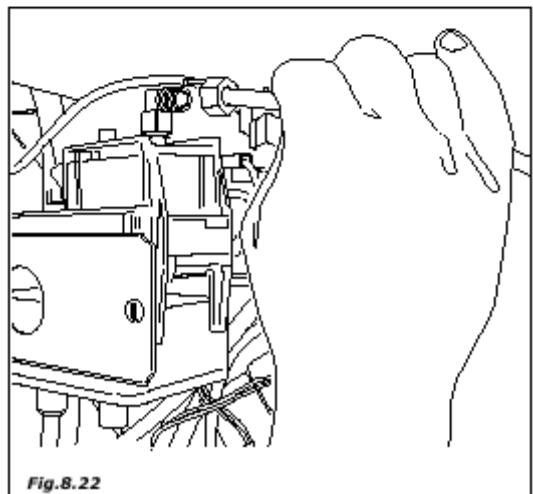

Fig. 8.22
- подключите напорную трубку фильтра для накипи к лотку, отсоединив установленную там трубку (рис. 8.22)